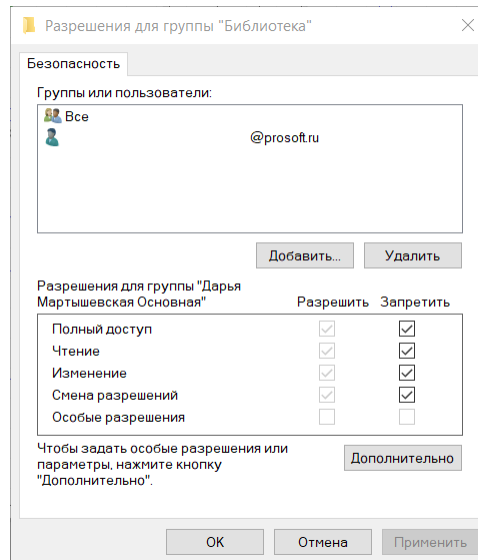

Рис. 18 Настройка доступа и прав библиотеки
2. В окне «Разрешения для группы...» назначить соответствующие разрешения, см. Рис. 18.